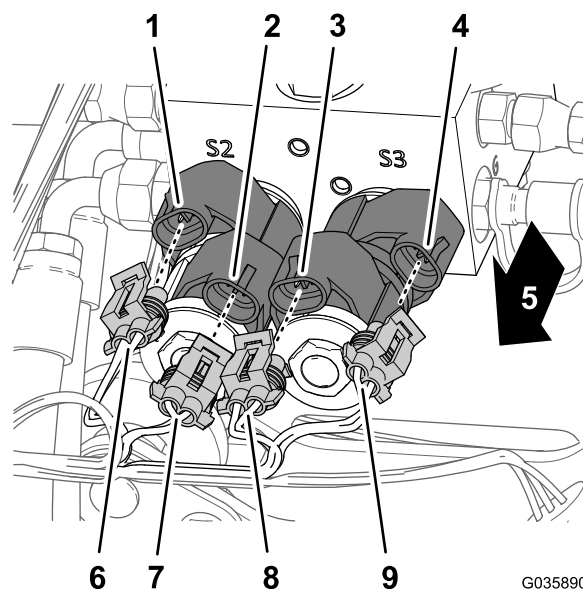

Figura 25
1. La partea din față a colectorului cilindrului de ridicare, conectați cei 4 conectori electrici ai cablului pentru braul sonic la solenoizii pentru controlul ridicării braului, aa cum se arată în Figura 25.